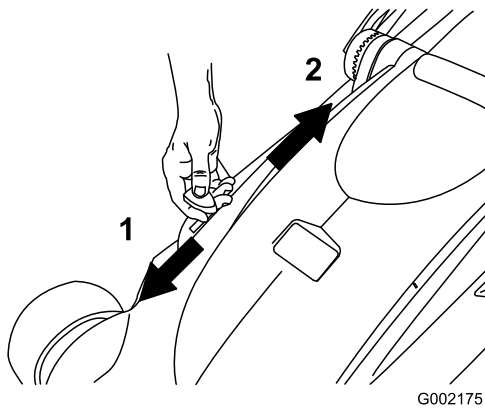

Bild 21
3. Schieben Sie den Hebel für Recycling/Auffangen in die Stellung zum Auffangen (Bild 21).
Hinweis: Wenn Sie vom Auffangen zum Recycling wechseln möchten, schieben Sie den Hebel für Recycling/Auffangen in die Stellung zum Recycling (Bild 21) und nehmen Sie den Grasfangkorb ab.